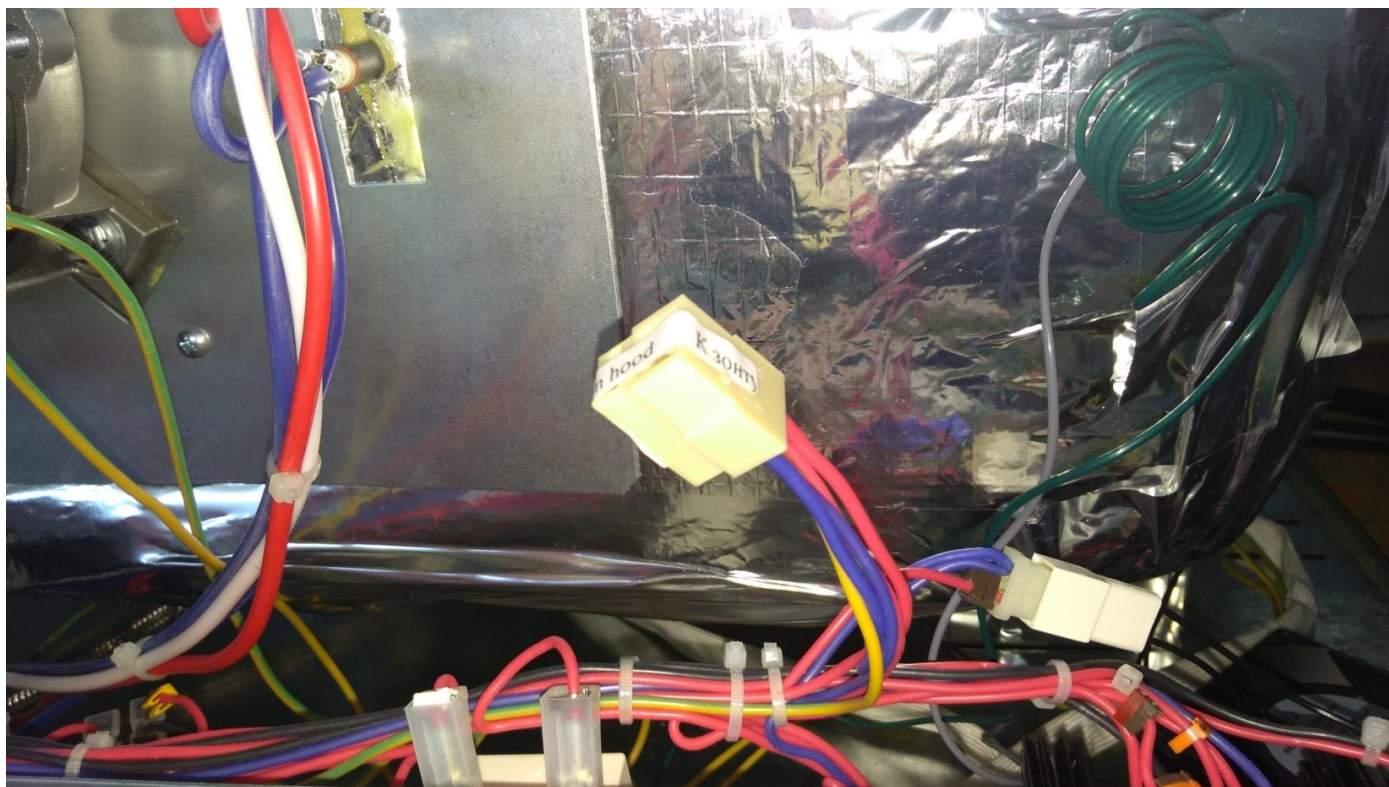

Рис.1 Место подключения шнура питания зонта к колодке 45 7373 9005 печи
- коричневый (красный), синий и желто-зеленый провода шнура питания зонта с наконечниками (Шз) установить в колодку 45.7373.9006 из комплекта, при этом соблюдая цветовое соответствие проводов шнура питания в колодке 45.7373.9006 проводам колодки 45.7373.9005 печи КЭП-4 (рис.1) (желто-зеленый провод шнура питания должен соединяться с желто-зеленым проводом печи, синий провод шнура питания с синим проводом печи и т.д.);